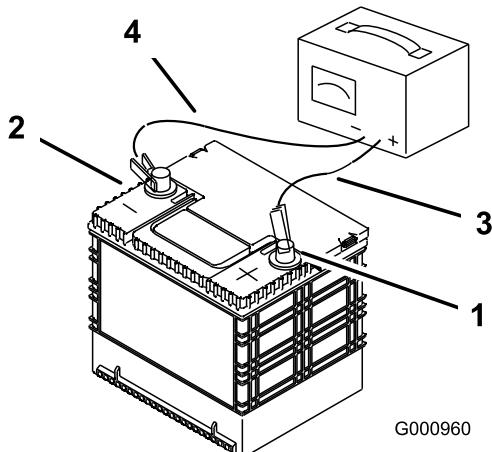

Figura 52
2. Quando la batteria è completamente carica, staccate il caricabatterie dalla presa elettrica e scolligate i cavi di ricarica dai poli della batteria (Figura 52).